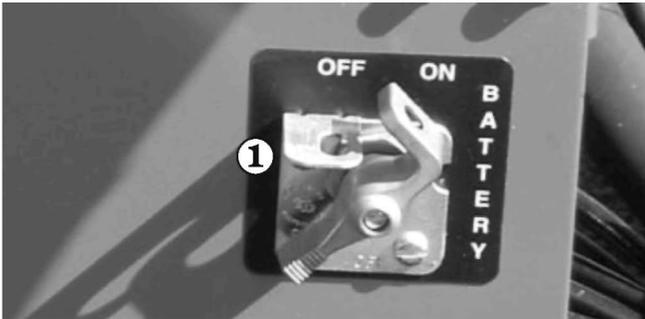

Abbildung 8.3
1. Stellen Sie den **Batterie-Schalter** ① auf EIN (siehe Abbildung 8.3).